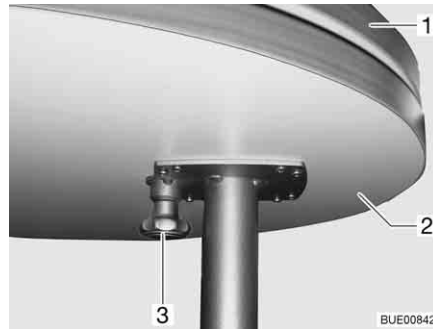

Bild 111 Ausschwenkbare Tischverlängerung
- Knopf (Bild 111,3) der Verriegelung nach unten ziehen und Tischverlängerung (Bild 111,2) ausschwenken.
- Tischverlängerung (Bild 111,2) unter Tischplatte (Bild 111,1) schwenken, bis die Verriegelung hörbar einrastet.